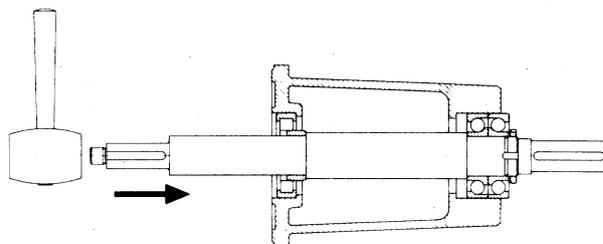

Рис. 13
- Извлечь штифт (73).
- Отвернув болт с шестигранной головкой (S5) и соответственно шестигранные гайки (M5), снимите фонарь (11).
- Отвернув болт с шестигранной головкой (S6), снимите крышку подшипника (12).
- Продвиньте вал (24) с радиально-упорными подшипниками (K2) и внутренним кольцом роликового подшипника (K1) осторожно ударяя деревянным или пластиковым молотком, к приводному концу (рис.13).